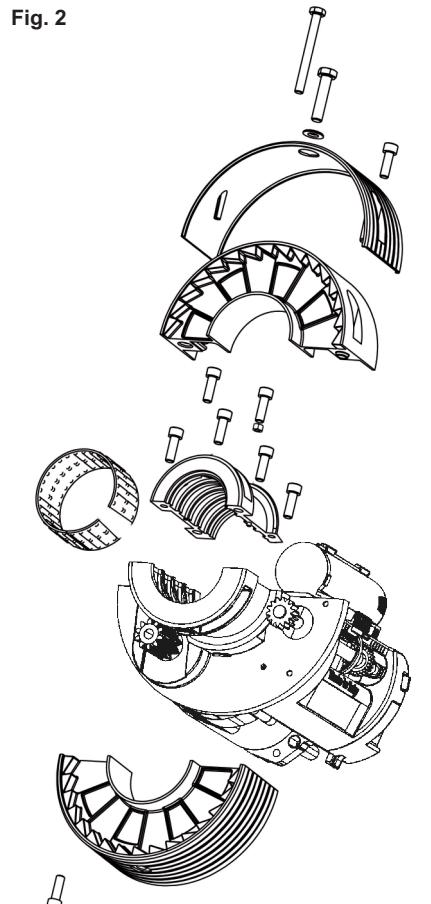

Fig. 2
C) Smontare la corona del motoriduttore in due metà, svitandole viti M8 (FIG. 2).
D) Estrarre con delicatezza dallo chassis la fascia a rulli in plastica, evitando forti piegature che causerebbero la fuoriuscita dei rullini. Tale operazione non si effettua in presenza di motoriduttore Roll 76 e Roll 101, poiché non dotati di fascia a rulli (FIG. 2).
E) Smontare lo chassis del motoriduttore, svitando le quattro viti M8 (FIG. 2).
G) Accoppiare sull'albero della serranda la parte dello chassis che contiene il motore elettrico con il collare di chiusura, mediante le quattro viti M8 (FIG. 2).
I) Montare sul collo dello chassis la fascia a rulli, facendo sempre attenzione a non effettuare forti piegature al fine di evitare la fuoriuscita dei rullini. Tale operazione non si effettua in presenza di motoriduttore Roll 76 e Roll 101, poiché non dotati di fascia a rulli (FIG. 2).
L) Montare sullo chassis le due semicorone, facendole ruotare sulla fascia a rulli e fissarle con le due viti M8. In presenza di motoriduttore Roll 76 e Roll 101 la corona ruoterà direttamente sul collo dello chassis tornito (FIG. 2).
C) Démonter la couronne du moteur, en deux moitiés, en dévisant les vis M8 (FIG. 2).
D) Extraire du châssis, avec délicatesse, la bande en plastique avec roulements, en faisant très attention à éviter les pliages qui causeraient l'écoulement des roulements. Ne pas effectuer cette opération en présence du moteur Roll 76 et Roll 101, par ce qu'ils ne sont pas doué de bande en plastique avec roulements (FIG. 2).
G) Accoupler sur le tube du rideau la partie du châssis qui contient le moteur électrique, avec la deuxième partie du châssis avec le 4 vis M8 (FIG. 2).
I) Monter sur le châssis la bande en plastique avec les roulements, en faisant toujours attention à ne pas effectuer des forts pliages afin d'éviter l'écoulement des roulements. Ne pas effectuer cette opération en présence du moteur Roll 76 et Roll 101, par ce qu'ils ne sont pas doué de bande en plastique avec roulements (FIG. 2).
L) Monter sur le châssis les deux demi-couronnes, en tournant les mêmes sur la bande en plastique avec les roulements et les fixer avec les deux vises M8. En présence de moteur Roll 76 et Roll 101, la couronne tournera directement sur le cou du châssis tourné (FIG. 2).
C) Remove the crown of the motor , unscrewing the screws M8 (FIG. 2).
D) Extract from the chassis, with delicacy, the band with rolls in plastics, avoiding heavy folds that would cause the spillage of the rollinis. Doesn't effect this operation in case of motors Roll 76 and Roll 101, since they do not endowed with band to rolls (FIG. 2).
G) Assemble on the tube of the shutter the chassis part with electric motor, with the second part of the chassis trough the four screws M8 (FIG. 2).
I) Mounted on the chassis neck, the band with rolls, being careful not to make strong folding to prevent spillage of rolls. Doesn't effect this operation in case of motors Roll 76 and Roll 101, since they do not endowed with band with rolls (FIG. 2).
L) Mounted on the chassis the two demicrown, rolling them on the band with rolls and fix them with the two screws M8. In case of motors Roll 76 and Roll 101 the crown will rotate directly on the chassis neck turned (FIG. 2).
C) Desmontar la corona del motor en dos mitades, desenrollando los tornillos M8 (FIG. 2).
D) Extraer del chasis, con delicadeza, la banda de plástico con rodamiento, evitando fuertes pliegues que causarían el derrame de los rodamientos. Tal operación no si efectúa en presencia de motor Roll 76 y Roll 101, ya que no dotados con faja de plástico con rodamiento (FIG. 2).
G) Ensamblar sobre el árbol del cierre metálico la parte del chasis que lleva el motor eléctrico, con la segunda parte de chasis, a través de 4 tornillos M8 (FIG. 2).
I) Montar sobre el cuello del chasis la faja de plástico con rodamiento, siempre teniendo cuidado con no efectuar fuertes pliegues para evitar el derrame de los rodamientos. Tal operación no si efectúa en presencia de motor Roll 76 y Roll 101, ya que no dotados con faja a rodamientos (FIG. 2).
L) Montar sobre el chasis las dos semicoronas, haciéndoles girar sobre la faja de plástico a rodamientos y fijarle con los dos tornillos M8. En presencia de motor Roll 76 y Roll 101 la corona girará directamente sobre el cuello del chasis torneado (FIG. 2).